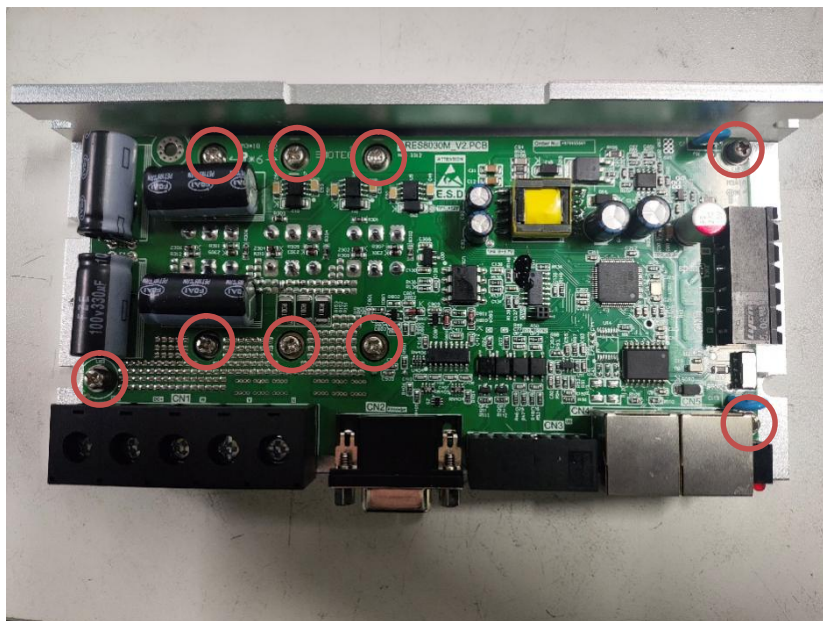

图 3
3) 将功率板放在散热片上，MOS 管的孔与散热片的孔对齐，使用 9 颗 M3*10 螺钉进行固定安装，如图 3 所示。